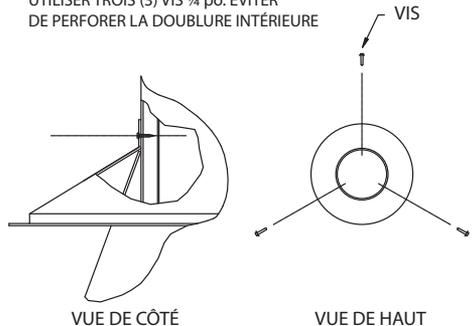

Figure 29
(h). Collet de solin. Faites glisser le collet de solin sur le conduit jusqu'à la partie supérieure du solin. Fixez le collet de solin en place avec au moins trois (3) vis à tôle de 1/4 po (0,635 cm) (**Figure 29**). Évitez de perferer la paroi intérieure. Le collet de solin et le solin supporteront le poids de l'ensemble de l'évent. Utilisez un produit d'étanchéité non durcissant autour de la partie supérieure du collet de solin pour réaliser un joint étanche.
(g). Collet de solin. Faites glisser le collet de solin sur le conduit jusqu'à la partie supérieure du solin. Fixez le collet de solin en place avec au moins trois (3) vis à tôle de 1/4 po (0,635 cm) (**Figure 29**). Évitez de perforer la paroi intérieure. Le collet de solin et le solin supporteront le poids de l'ensemble de l'évent. Utilisez un produit d'étanchéité non durcissant autour de la partie supérieure du collet de solin pour réaliser un joint étanche.